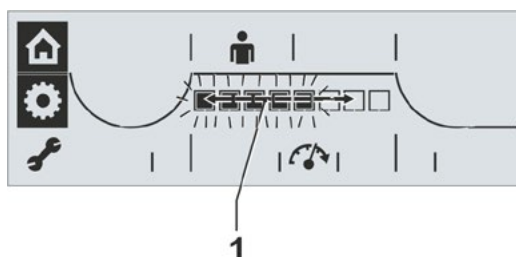

Fig. 2: Cambiar nivel de revoluciones/tiempo de posicionamiento
La escala indica el nivel seleccionado (fig. 2, pos. 1).